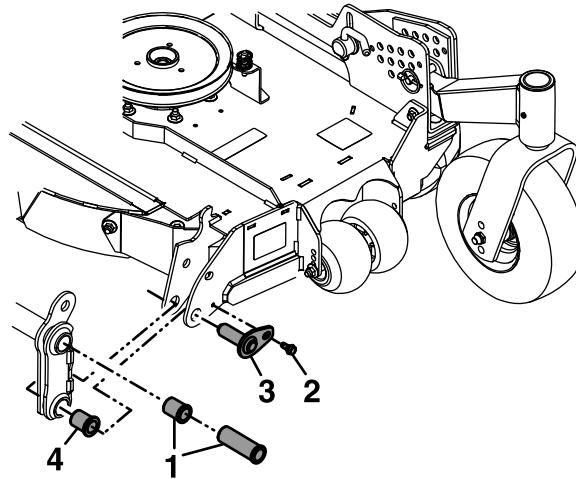

Figura 5
- Retire y guarde los pernos de los puntos de pivote inferiores, luego retire los pasadores de pivote (Figura 5).
Observe la longitud de los bujes retirados y elija los bujes de la misma longitud (largos o cortos) de este kit (Figura 5, 1).